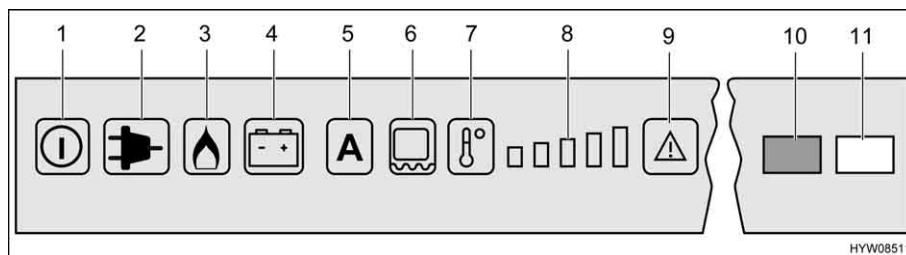

Fig. 194 Boutons de commande pour le réfrigérateur (Dometic RMD)
Quand le mode de fonctionnement est réglé sur "AES", qu'**aucune** alimentation 230 V n'est raccordée et que le moteur du véhicule est à l'**arrêt**, l'AES choisira l'alimentation en gaz. Dès que le fonctionnement au gaz est activé, la veilleuse de sécurité s'ouvre automatiquement, de sorte que le gaz peut arriver au brûleur. En même temps, l'allumage électronique est connecté. Si la flamme s'éteint, p. ex. en raison d'un courant d'air, l'allumage s'active automatiquement et rallume le gaz. En cas de dérangement du régime au gaz, les touches lumineuses "Gaz" (Fig. 194,3) et "Défaut" (Fig. 194,9) clignotent. Le voyant de contrôle "Défaut" (Fig. 194,10) s'allume et une alarme acoustique retentit pendant 20 secondes.
Lorsque le réfrigérateur est mis en marche, il choisit automatiquement la température moyenne du thermostat. Ce réglage peut cependant être corrigé manuellement à l'aide de la touche de sélection du degré de température (Fig. 194,7). Les voyants de contrôle (Fig. 194,8) indiquent le réglage du thermostat sélectionné. La température de réfrigération des trois types d'énergie se règle avec la touche de sélection du degré de température. Il faudra attendre quelques heures jusqu'à ce que le réfrigérateur ait atteint sa température normale de réfrigération. Il garde toutefois son réglage de température lorsqu'on change d'un mode à un autre. La température de réfrigération est maintenue indépendamment du type d'énergie choisi.
- Régler le chauffage du cadre pour une durée de 2 heures : Appuyer une fois sur la touche (Fig. 194,6). Une barre d'affichage des degrés de température (Fig. 194,8) s'allume.
- Régler le chauffage du cadre pour une durée de 5 heures : Appuyer deux fois sur la touche (Fig. 194,6). Deux barres d'affichage des degrés de température (Fig. 194,8) s'allument.
- Régler le chauffage du cadre sur fonctionnement permanent : Appuyer trois fois sur la touche (Fig. 194,6). Trois barres d'affichage des degrés de température (Fig. 194,8) s'allument.
L'affichage des degrés de température (Fig. 194,8) indique pendant quelques secondes la durée de fonctionnement du chauffage du cadre.
En cas de températures extérieures élevées et d'humidité importante de l'air, il est possible que des gouttes d'eau se forment au niveau du cadre métallique du compartiment congélation. C'est pourquoi le réfrigérateur est équipé d'un chauffage du cadre pour le compartiment congélation. En cas de températures extérieures élevées et d'humidité importante de l'air, allumer le chauffage du cadre grâce à la touche (Fig. 194,6). Ceci permet d'éviter la corrosion. Lorsque le chauffage du cadre est activé, la touche lumineuse (Fig. 194,6) est allumée.
- Appuyer sur la touche Marche/Arrêt (Fig. 194,1) pendant env. 2 secondes. Le réfrigérateur s'enclenche, le dernier type d'énergie choisi ou "AES" est indiqué.
- Régler la température de réfrigération souhaitée à l'aide de la touche de sélection du degré de température (Fig. 194,7). Les voyants de contrôle (Fig. 194,8) indiquent le réglage du thermostat sélectionné.
- Appuyer sur la touche Marche/Arrêt (Fig. 194,1) pendant env. 2 secondes. Le réfrigérateur s'éteint, plus aucun indicateur n'est allumé.